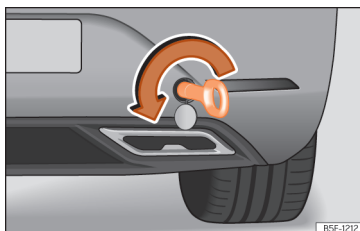

Abb. 54 Auf der rechten Seite des hinteren Stoßfängers: eingeschraubte Abschleppöse.
- Drehen Sie die Abschleppöse **entgegen dem Uhrzeigersinn** in die Aufnahme bis zum Anschlag » Abb. 54 » ⓘ. Verwenden Sie ein geeignetes Hilfsmittel, um die Abschleppöse festzuziehen.